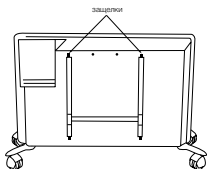

Рис. 4
- нажмите на защелки и потяните кронштейн на себя, нажав вниз на две защелки (рис. 4);
Произвести чистку пространства позади установленного на стене обогревателя довольно несложно. Нажмите вниз две защелки (рис. 4) на